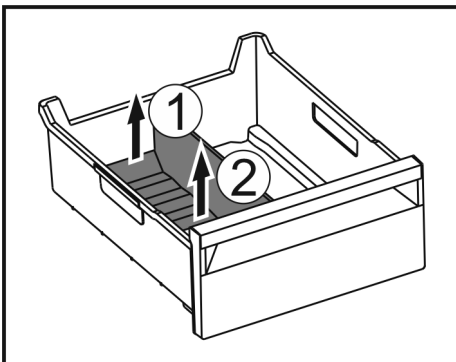

Fig. 138
- Soulever la partie arrière du séparateur de congélateur. Fig. 138 (1)
- Retirer le séparateur de congélateur par le haut. Fig. 138 (2)